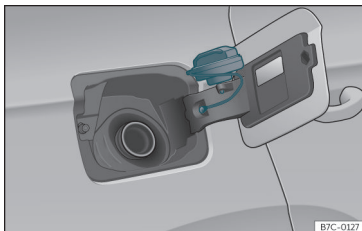

Fig. 210 Sportellino del serbatoio con all'interno il tappo.
- Collocarlo nello spazio della cerniera dello sportellino aperto >>> **fig. 210**.